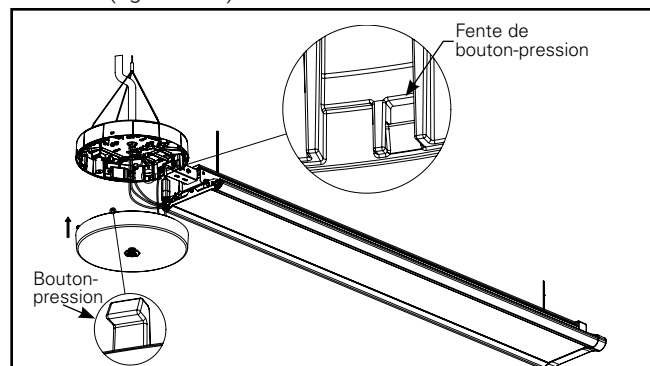

Figure 11.1
- A. Repérez les 4 boutons-pression du couvercle inférieur du concentrateur sur le couvercle supérieur du concentrateur (figure 11.1).